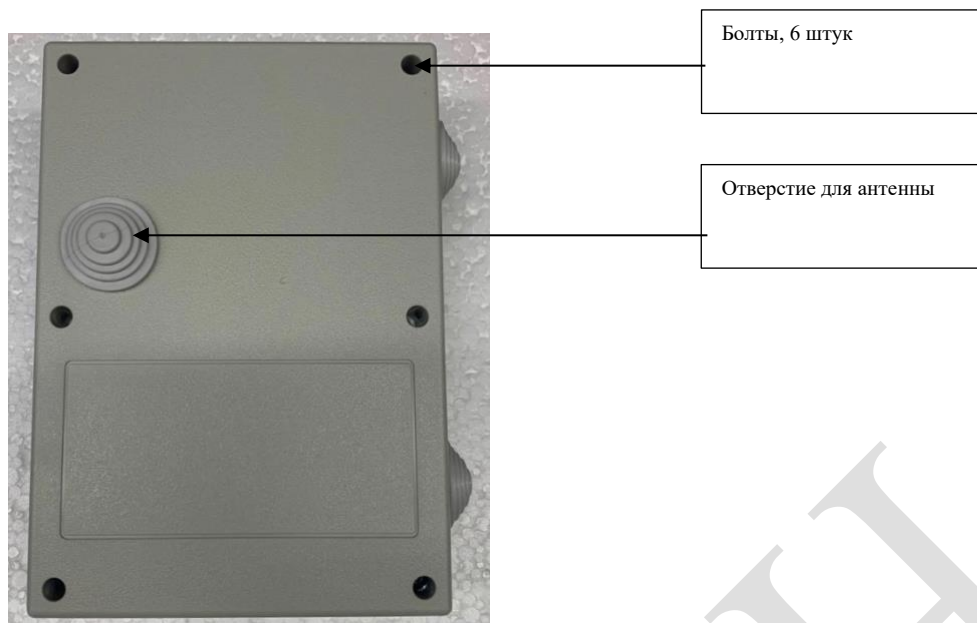

Рисунок 1 Защитный пластиковый корпус контроллера
1.4.2 Sim-карта (не входит в комплект поставки) устанавливается на контроллер зарядной станции, который расположен в защитном пластиковом корпусе внутри станции (Рисунок 1):